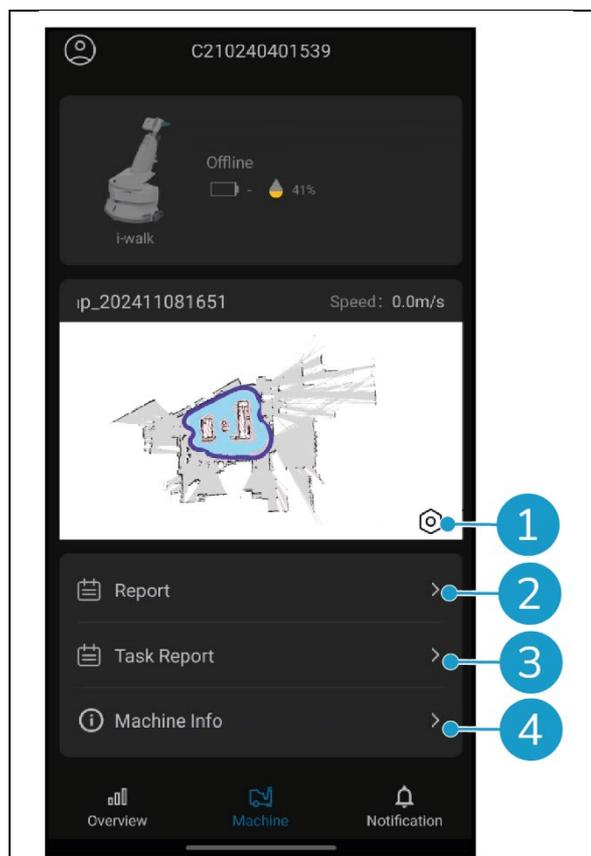

Figure 32
- Appuyez sur l'icône [Écrou] (Figure 32, pos. 1) pour modifier la carte de nettoyage. Vous pouvez dessiner sur la carte pour indiquer les zones à éviter.
- Appuyez sur le bouton [Rapport] (Figure 32, pos. 2) pour ouvrir le rapport sur la machine.
- Appuyez sur le bouton [Rapport de tâche] (Figure 32, pos. 3) pour ouvrir le rapport de tâches.
- Appuyez sur le bouton [Info machine] (Figure 32, pos. 4) pour afficher des informations sur la machine.